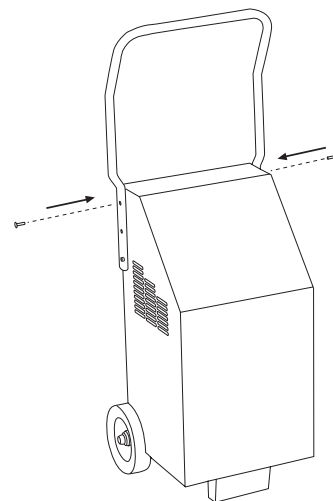

Figure 3. Fixer la Poignée
4. Positionnez la poignée de façon à ce que ses trous tombent en face de ceux du chargeur (dont vous avez retiré les vis à l'étape 2). Revisser ensuite les deux vis dans ces deux trous latéraux pour maintenir la poignée en place (voir Figure 3).